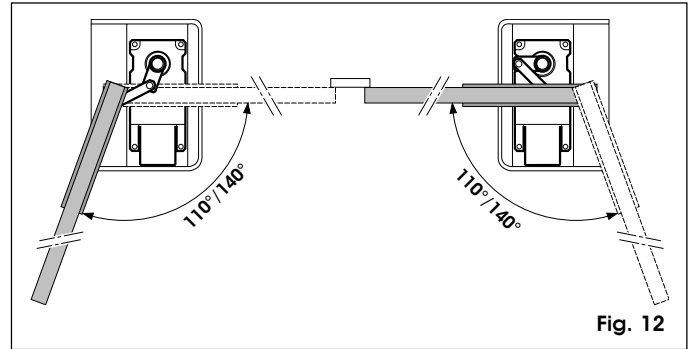

Fig. 12
**Nota:** Para definir la exacta colocación del operador con las palancas para aperturas a 110° y 140°, hágase referencia a la fig. 12.